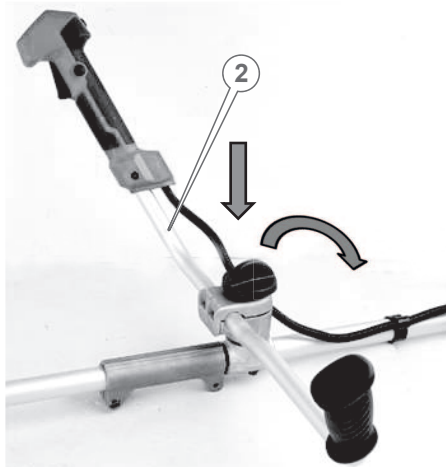
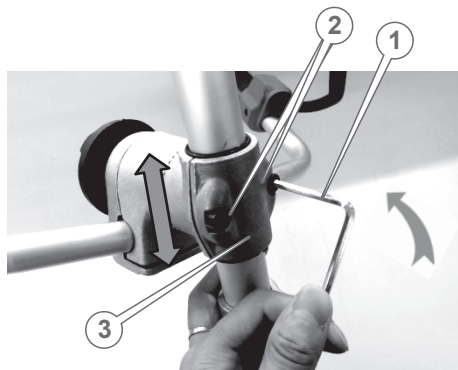

Рисунок 5. Схема приєднання руків'я до штанги електрокоси.
Рисунок 6. Схема регулювання положення руків'я на штангі виробу.
2. Вкласти руків'я (5, рис. 5) в муфту кріплення та закріпити фіксатором (2, рис. 4) та встановити муфту на штангу (рис. 6).
3. Відрегулювати розташування руків'я по довжині штанги для комфортної роботи та зафіксувати болтами (2, рис. 6) торцевим ключем (1, рис. 6).